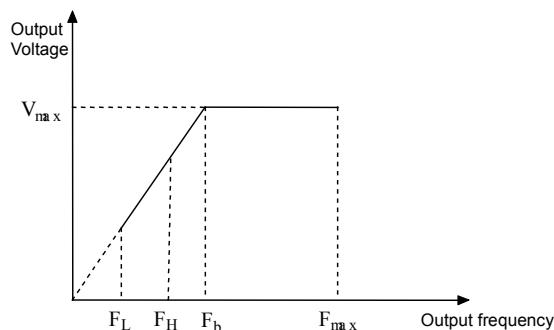

Рис. 6-1 Параметры характеристики
Максимальная выходная частота – это максимально допустимая выходная частота привода, как показано на рис. 6-1 в виде Fmax;
показано на рис. 6-1 в виде Vmax;
Нижний предел частоты – минимально допустимая рабочая частота, задаваемая пользователем, как показано на рис. 6-1 в виде FL;
4. Схематично максимальная выходная частота, верхний предел частоты и нижний предел частоты приводятся на рис. 6-1.